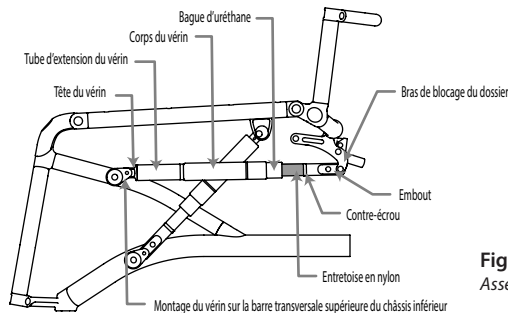

Figure 17.13
- 1 À l'aide de la clé hexagonale de 3 mm, retirez la vis d'assemblage à tête creuse sur le bras de blocage du dossier. (Voir la figure 17.13)